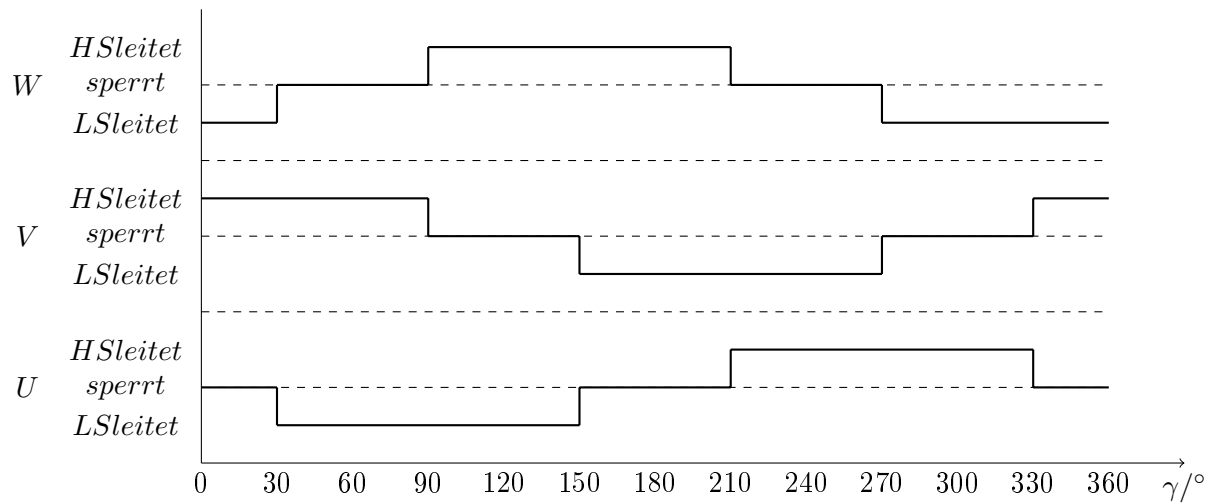

Abbildung 2.3: Ansteuersignale der 6 Transistoren - Linkslauf
b) Im folgenden Diagramm (siehe Abbildung 2.3) werden die Ansteuersignale der sechs Transistoren für den Linkslauf dargestellt. Der Einfachheit halber werden für W, V und U je Highside leitend als 1, Lowside leitend als -1 und gesperrt als 0 bezeichnet. Somit gleichen die Ansteuersignale dem idealisierten Stromverlauf aus dem Skript elektrische Antriebe S.102, Abbildung 8.3.